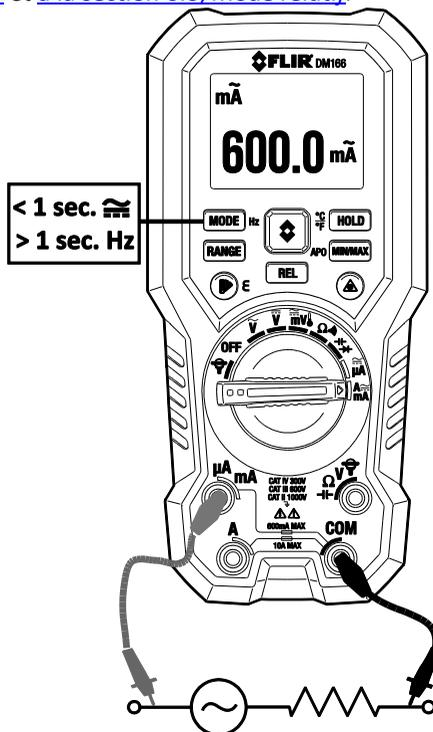

Fig. 6-9 Exemple de mesure du courant
4. Connectez les cordons de mesure en série à la partie ou au circuit à tester. **Fig. 6-9** montre un exemple de configuration typique.